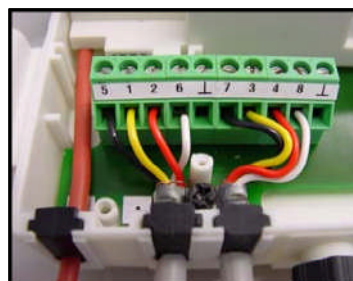

Fig. 2
- 4-leder, klemme 5, 6 og 1, 2 (se fig. 2)
- 4-leder, klemme 7, 8 og 3, 4 (se fig. 2)